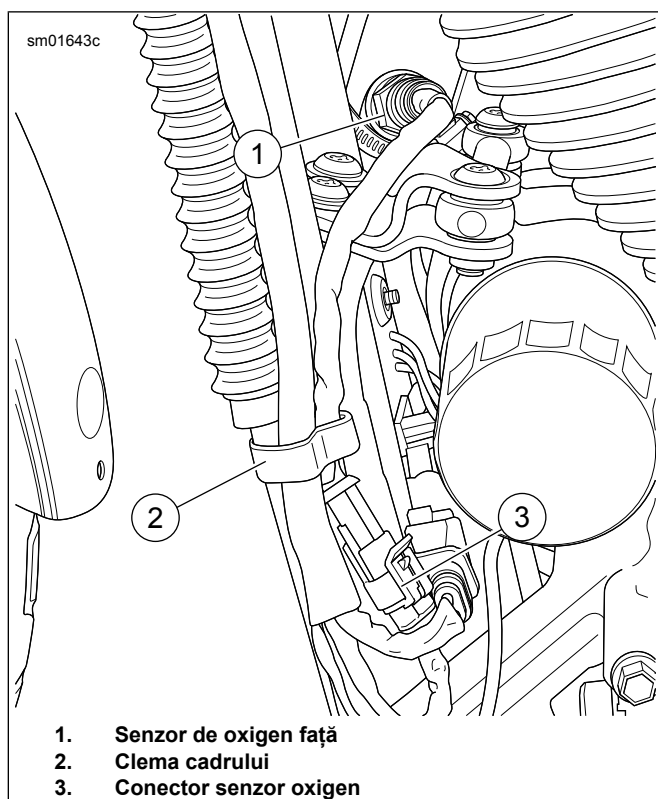

Figura 47. Senzor de oxigen fața
Consultați Figura 47. Deconectați conectorul pentru senzorul de oxigen din față (3) de la cablajul principal.